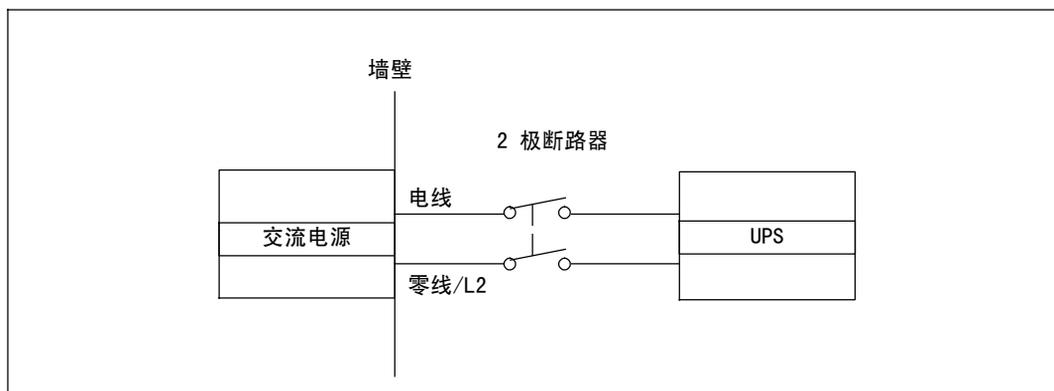

图 19. 电路断路器示意图
- 保护设备要求在 UPS 输出和主电源之间有两相断开设备（见图 19）